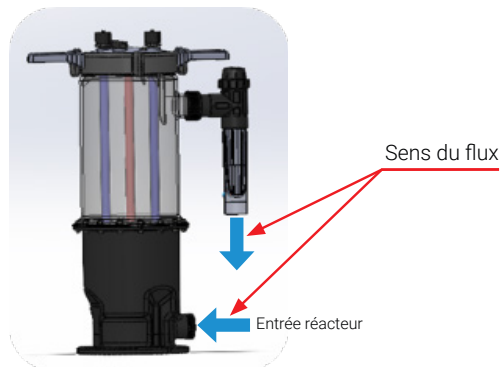

Figure 3
Le Sanebio est le **dernier élément** avant les refoulements (après le filtre, le chauffage, etc.). Le sens de circulation d'eau à l'intérieur de l'appareil est indiqué sur la Figure 3 ci-dessous, mais sa **position** doit être **impérativement conforme au schéma** de la Figure 1 ci-dessus.
- Positionner l'ensemble dans le circuit hydraulique comme indiqué dans le schéma Figure 1 ci-dessus et Figure 3 ci-dessous